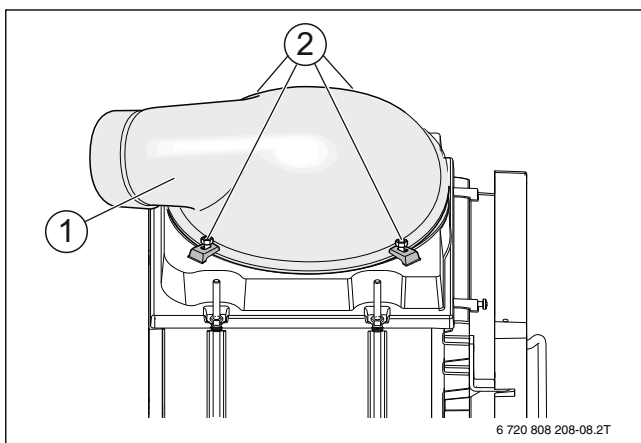
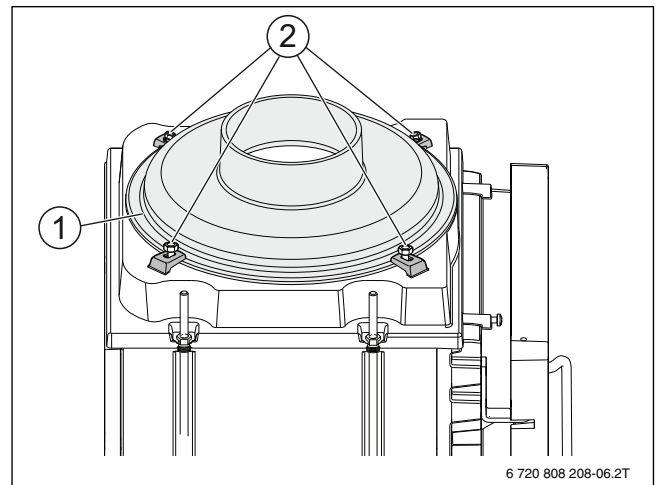

Bild 9 Kuppel waagrecht
Bild 10 Kuppel senkrecht
- Muttern der 4 Befestigungspratzen [2] so weit lösen, bis der Rand der Kuppel [1] unter die Befestigungspratzen geschoben werden kann (→ Bild 9 und Bild 10).